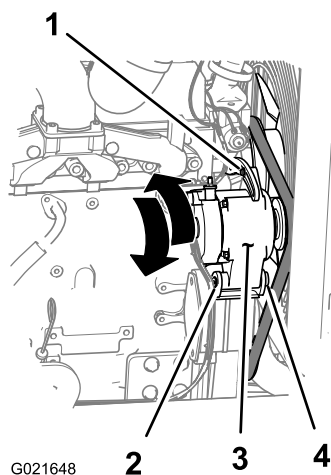

Bild 145
3. Lösen Sie die Mutter und die Schraube am Drehpunkt für die Lichtmaschine (Bild 145).
4. Lösen Sie die Einstellschraube an der Lichtmaschine (Bild 145).
5. Bewegen Sie die Lichtmaschine vom Motor weg, um die Riemenspannung zu erhöhen; bewegen Sie die Lichtmaschine zum Motor, um die Riemenspannung zu verringern (Bild 145).
6. Ziehen Sie die Einstellschraube für die Lichtmaschine an (Bild 145).
8. Wenn die Riemenspannung richtig ist, ziehen Sie die Mutter und Schraube am Drehpunkt für die Lichtmaschine an (Bild 145); wiederholen Sie sonst die Schritte 4 bis 7.